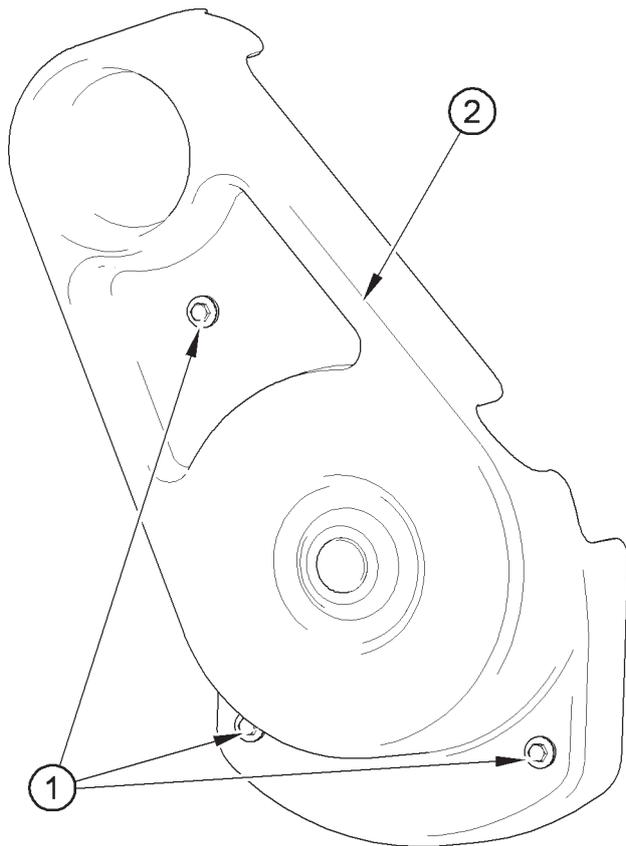

Abbildung 9
1. Lösen Sie die Schrauben (Abbildung 9 Nummer 1) und nehmen Sie die Schutzabdeckung (Abbildung 9 Punkt 2) ab. Befestigen Sie die Abdeckung wieder, nachdem Sie den Riemen überprüft und ggf. neu eingestellt haben.